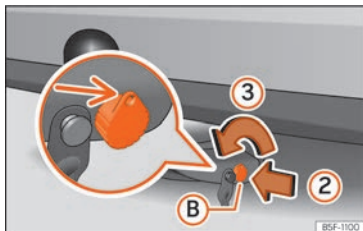

Fig. 260 Déverrouiller la serrure
- Introduisez la clé (B) dans la serrure dans le sens de la flèche (2) » fig. 260.
- Tournez la clé dans le sens de la flèche (3) de manière à ce que la partie trouée de la clé soit visible vers le haut.